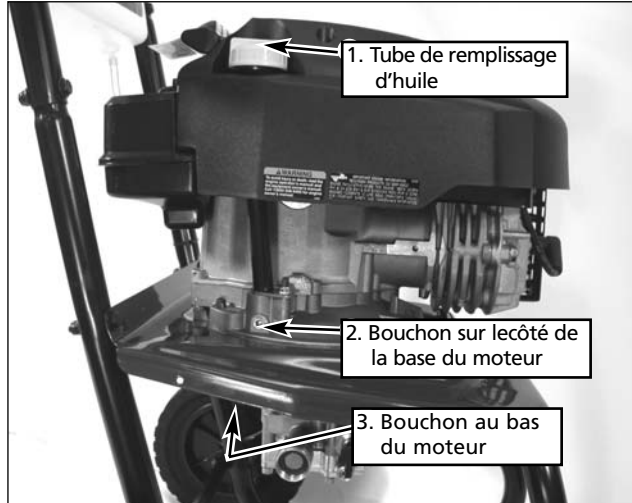

Figure 18 - sites de drainage d'huile
2. Trouvez et si possible retirez le bouchon de drainage d'huile à moteur (si le moteur en a un, il se trouve à l'un des endroits indiqués sur la figure 18). Si le bouchon n'est pas accessible ou si le moteur n'en a pas, penchez l'appareil sur le côté pour drainer l'huile du tube de remplissage d'huile (voir la figure 18).